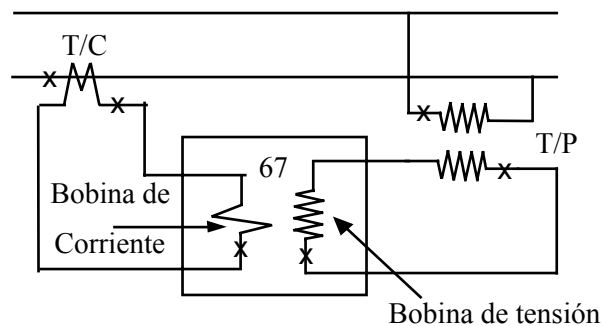

Figura 8
15. La bobina de potencial de un relé direccional monofásico de 60 Hz (Figura 8) tiene una impedancia $Z=(230+j560) \Omega$. Si se conecta como se muestra en la Figura 7, el relé desarrolla torque máximo positivo cuando se alimenta una carga capacitiva en una dirección dada. Se desea modificar el relé de modo que desarrolle torque máximo positivo para una carga inductiva de factor de potencia 0,707; en la misma dirección y con la misma corriente mínima. Indique y determine los cambios necesarios.